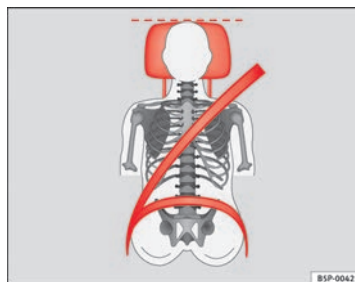
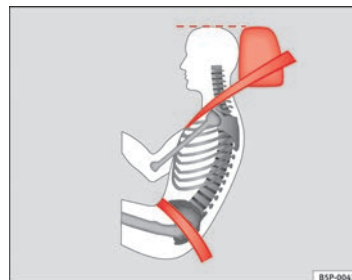

Fig. 69 Visto de frente:
Fig. 70 Visto de lado:
- Ajuste el apoyacabezas de modo que el borde superior del mismo quede a la misma altura que la parte superior de la cabeza, como mínimo a la altura de los ojos ⇒ fig. 69 y ⇒ fig. 70.